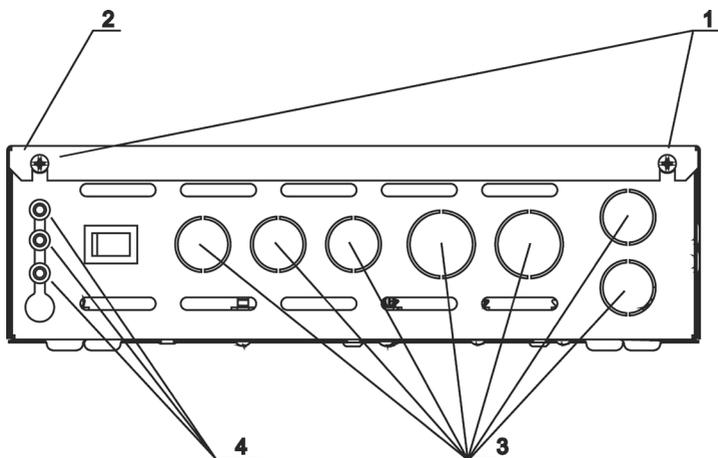
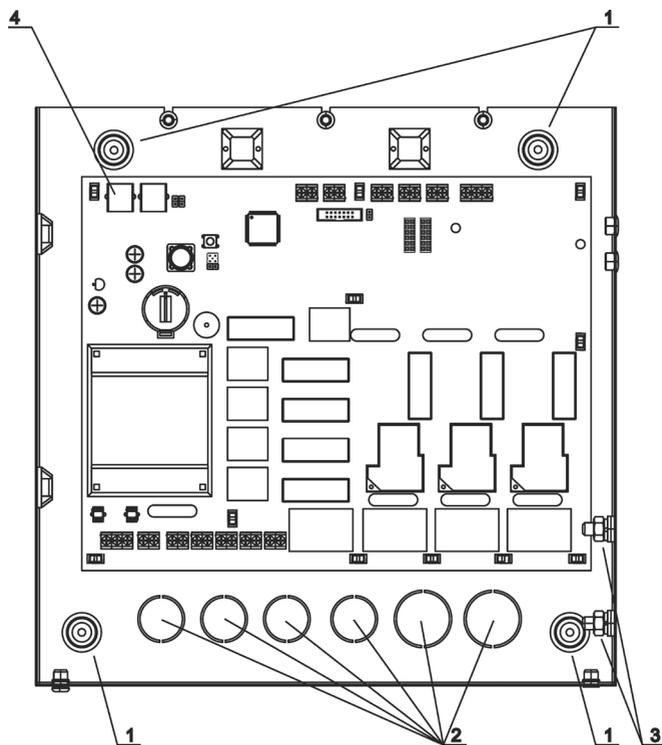

Рисунок 4. Блок мощности Comfort AIR+
Рисунок 5. Блок мощности Comfort AIR+
- Крестовой отверткой открутить винты фиксации крышки блока мощности (**рис.4, поз.1**)
- Снять верхнюю крышку (рис.4, поз.2)
- Закрепить корпус блока мощности на стене через крепежные отверстия на задней стенке корпуса (рис.5, поз.1). Диаметр крепежных отверстий 3.5 мм
Для ввода кабелей в корпусе блока мощности предусмотрены отверстия (**рис.4, поз.3** – для ввода кабелей через нижнюю стенку корпуса и **рис.5, поз.2** – для ввода кабелей через заднюю стенку корпуса).
Межблочный кабель и кабели датчиков заводятся в корпус блока мощности через резиновые сальники (**рис. 4, поз.4**).
- В розетку **XP1** платы блока мощности подключить второй разъём межблочного кабеля (**рис.5, поз.4**).